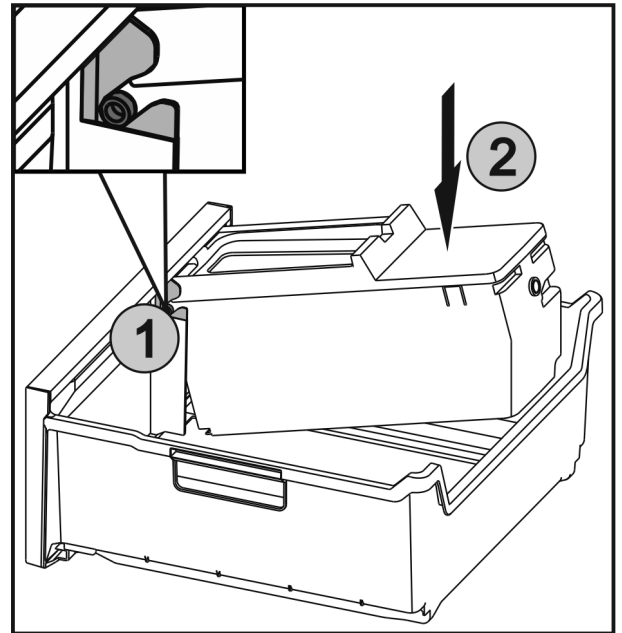

Fig. 40
- ▶ Die Achsen Fig. 40 (1) an EasyTwist-Ice in die Führungen einschieben und die hintere Seite Fig. 40 (2) bis die Lasche einrastet drücken.